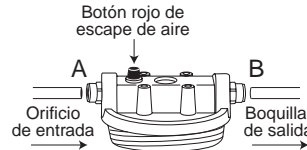

Figura 6
7. Inserte la tubería de suministro de agua al puerto marcado con "IN" (ver Figura 6, A) e inserte la tubería de la llave de agua en el puerto marcado con "OUT" (ver Figura 6, B). Remítase a la sección "Utilización de los accesorios de presión," inserte la tubería plástica en los accesorios, cerciorándose de que el extremo de la tubería quede firmemente asentado contra el tope trasero